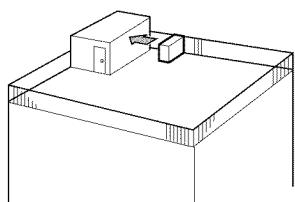
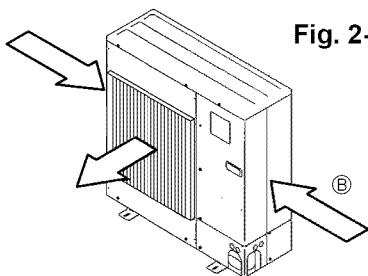

Fig. 2-3
Fig. 2-5
- ① Coloque la salida de aire de frente a la pared más próxima a una distancia de unos 50 cm, 19-11/16 inch de ella. (Fig. 2-3)
- ② Si la unidad está situada en un lugar expuesto a vientos fuertes como huracanes que puedan entrar en la salida de aire coloque una guía para la salida de aire o una guía de aire.
- ③ Guía para la salida de aire
- ④ Coloque la unidad de manera que la salida de aire sople en dirección perpendicular a la dirección estacional del viento, si la conoce. (Fig. 2-5)
- ⑤ Dirección del viento